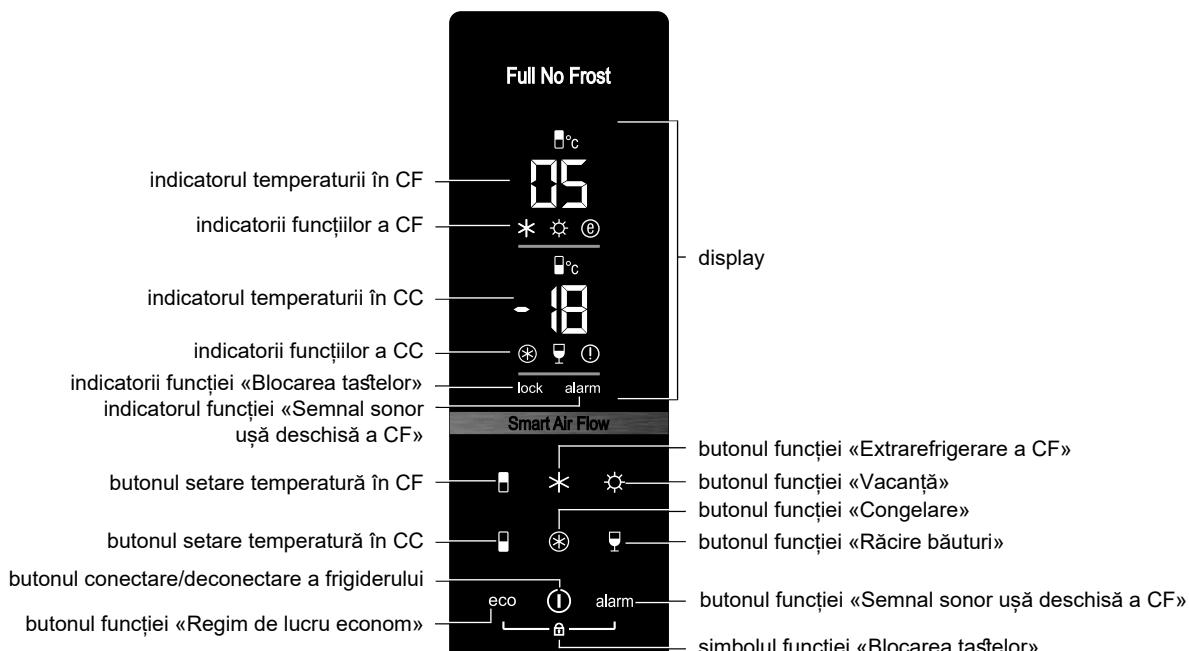

Figura 3 – Panoul de control
1.3 Pe ușa frigiderului se află panoul de control după cum este indicat în figura 3, care vă permite să setați temperatura în compartimente, să porniți/opriți frigiderul, să activați funcții, și care vă furnizează o indicare luminoasă pe display.
2.3 Display-ul arată indicatorii de funcționare a frigiderului (prezentate demonstrativ în figura 3). Indicatorii afișează temperatură selectată și indică activarea funcțiilor.
3.3.1 Fiecare funcție este pornită prin atingerea butonului corespunzător – indicatorul funcției se aprinde pe display după cum este prezentat în figura 3. Când butonul este atins din nou, indicatorul se stinge, funcția este oprită.
3.10.1 Pentru a porni funcția trebuie să atingeți simultan tastele «eco» și «alarm» și menținută atingerea timp de 3 secunde (în figura 3 este demonstrat simbolul ⑤). Pe display se va aprinde indicatorul «lock» și toate tastele panoului de control vor fi blocați în afară de tastele «eco» și «alarm».